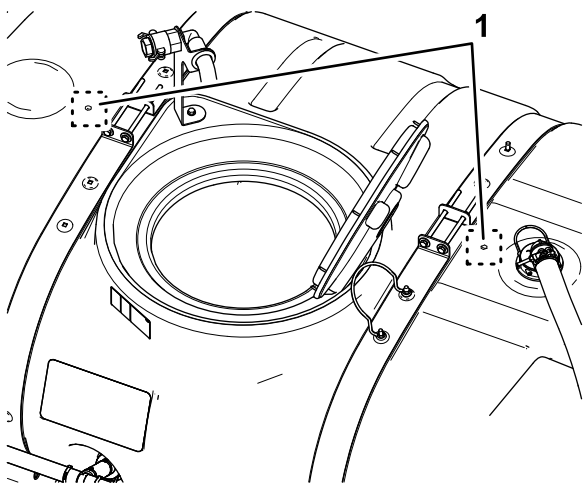

Figura 17
2. Localice las dos marcas de perforación en el depósito principal (Figura 17).